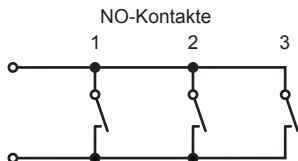
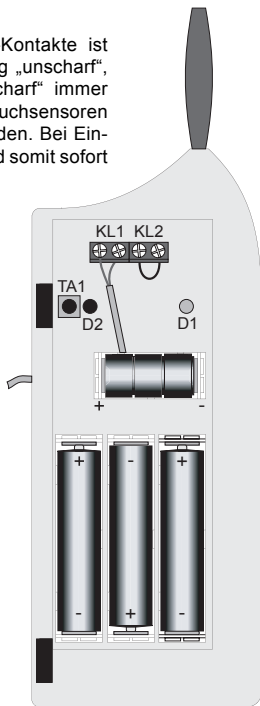

Bild 3
Bild 7
Sollen mehrere NO-Kontakte angeschlossen werden, so sind diese parallel zu schalten (Bild 3).
- Falls Sie zusätzliche NO-Kontakte an „KL1“ angeschlossen haben (siehe Bild 3 auf Seite 10), so legen Sie bitte eine weitere Batterie vom Typ Micro (AAA) sowie 3 Knopfzellen vom Typ „LR44“ polungsrichtig in die Batteriefächer ein, siehe Bild 7.